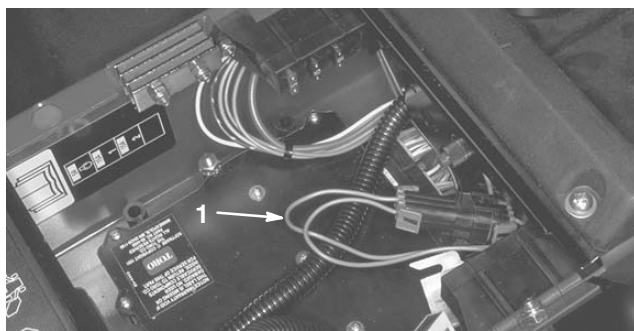

Figure 29
2. Ouvrez le couvercle du panneau de commande. Localisez le faisceau de câblage et les connecteurs près du module de commande. Débranchez le connecteur de boucle du faisceau de câblage avec précaution (Fig. 29).